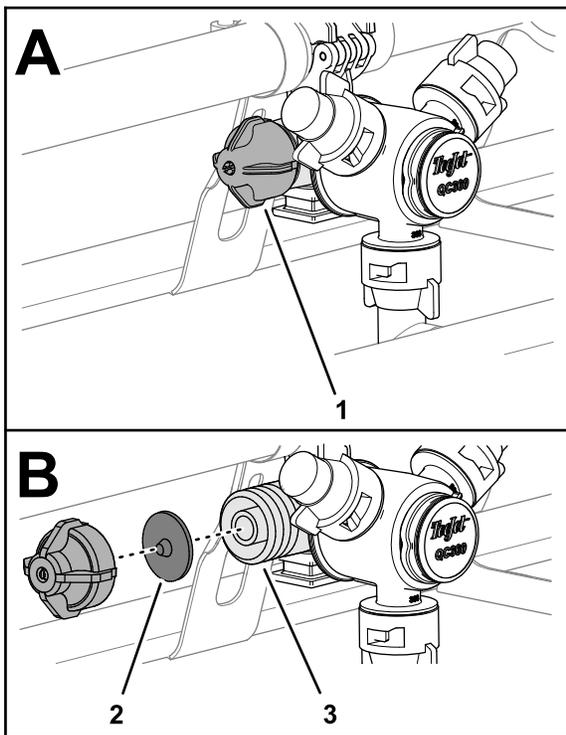

図 33
1. ダイヤフラムキャップを左に回してノズルボディからキャップを外す 図 33。
2. ノズルボディから、チェックバルブのダイヤフラムを外す 図 33。
3. キャップ、ダイヤフラム、ノズルボディを真水で洗浄する 図 33。
4. ダイヤフラムをキャップに取り付ける。突起をキャップ側にむけて取り付けること 図 33。
5. ダイヤフラムとキャップをノズルボディに取り付けて手締めする 図 33。